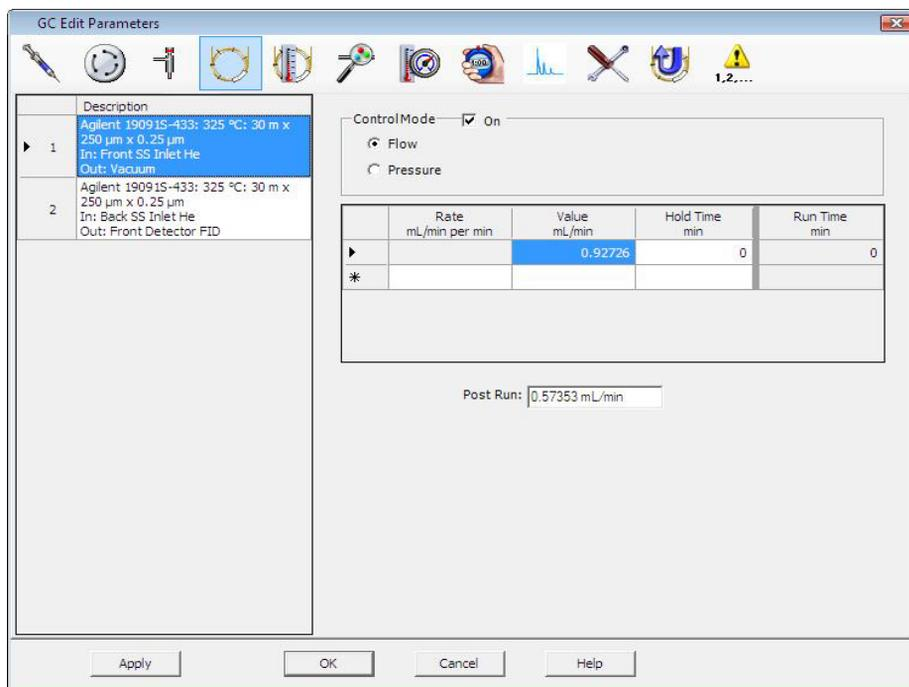

図 21 カラム流量を計算する
- 2 [カラム] アイコンをクリックします (例: 図 21)。